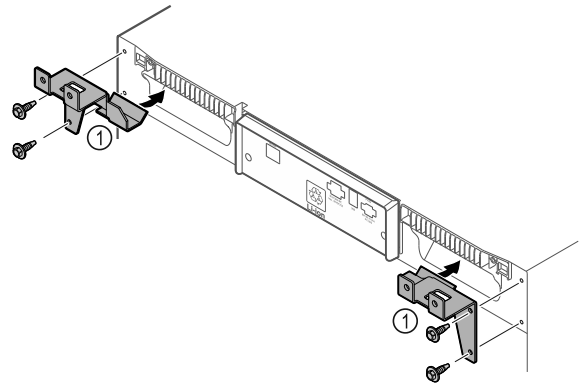

Fig. 9
- ▶ Halteteile Fig. 9 (1) mit beiliegenden Schrauben am Gerät montieren.